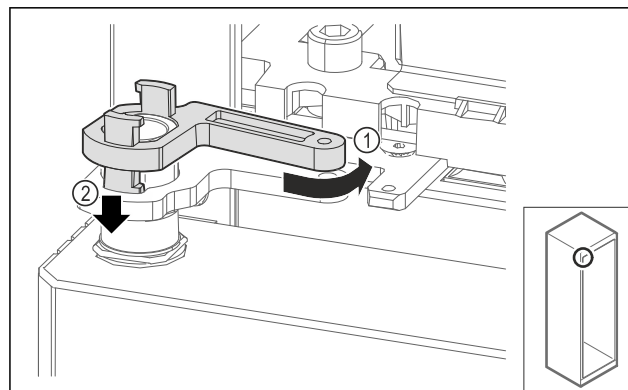

Fig. 71
- Verriegelung Lagerbock leicht zurückdrehen Fig. 71 (1), nach unten drücken Fig. 71 (2) und im Scharnierwinkel verriegeln.